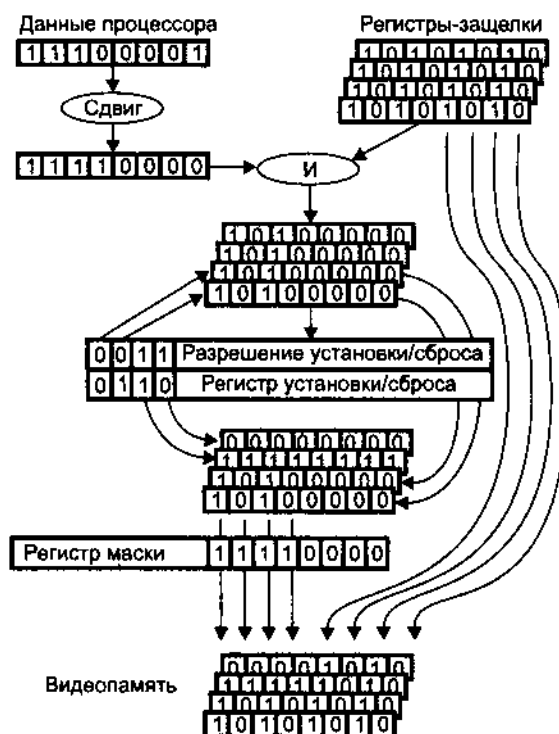

Рис. 10.11. Тракт записи графического контроллера EGA/VGA
*Графический контроллер* является средством повышения производительности программного построения изображений (точнее — их образов) в видеопамяти. В первых графических адаптерах (CGA и HGC) этот блок, фактически, отсутствовал. Он оформился в адаптере EGA, откуда перекочевал и в VGA. В этих адаптерах его функции реализованы аппаратными средствами специализированных микросхем. Рассмотрим функции графического контроллера адаптеров EGA и VGA. Он работает с четырехслойной моделью организации видеопамяти. Адаптеры EGA и VGA имеют четыре 8-битных *регистра-зашелки*, в которых фиксируются данные из соответствующих им цветовых слоев при выполнении любой операции чтения видеопамяти. В последующих операциях записи при формировании данных для каждого слоя могут принимать участие данные от процессора (1 байт) и данные из регистров-зашелок соответствующих слоев (рис. 10.11). Данные от процессора могут быть предварительно циклически